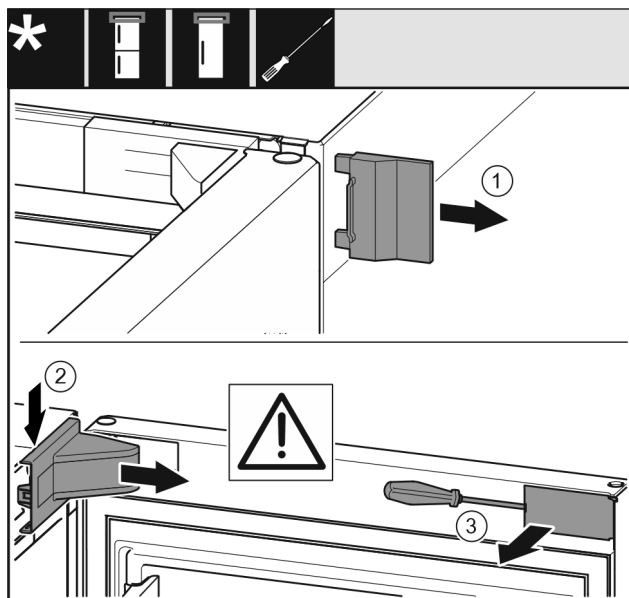

Fig. 7
- ▶ Võtke välimine kate Fig. 7 (1) ära.
- ▶ Vabaneb laagripuki kate Fig. 7 (2) fiksaatorist ja võtke maha.
- ▶ Haakige ilukate Fig. 7 (3) lapikkruvikeerajaga lahti ja keerake küljele.